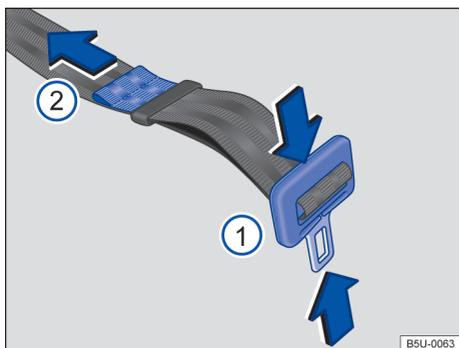

Fig. 29 Ajustar o cadarço do cinto de segurança subabdominal.
- Pressionar a lingueta na direção das setas → Fig. 29  e alongar totalmente o cinto de segurança.
- Apertar a lingueta contra o fecho do cinto de segurança e puxar a extremidade → Fig. 29  no sentido da seta, até atingir uma folga máxima de 5 cm (3 dedos) na região pélvica.